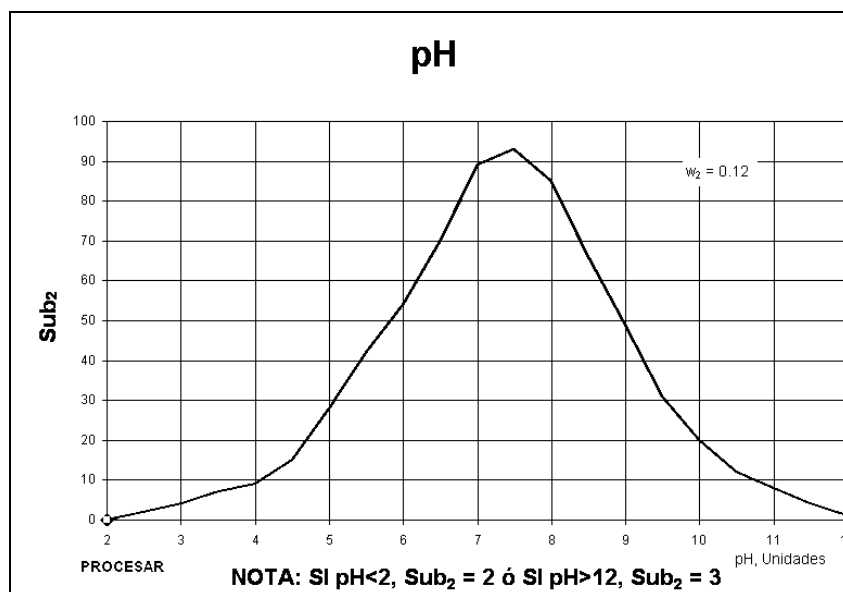

Figura 2 Valoración de la calidad de agua en función del pH
Si el valor de pH es menor o igual a 2 unidades el (Sub_2) es igual a 2, si el valor de pH es mayor o igual a 10 unidades el (Sub_2) es igual a 3. Si el valor de pH esta entre 2 y 10 buscar el valor en el eje de (X) en la **Figura 2** se procede a interpolar al valor en el eje de las (Y). El valor encontrado es el (Sub_2) de pH y se procede a elevarlo al peso w_2 .